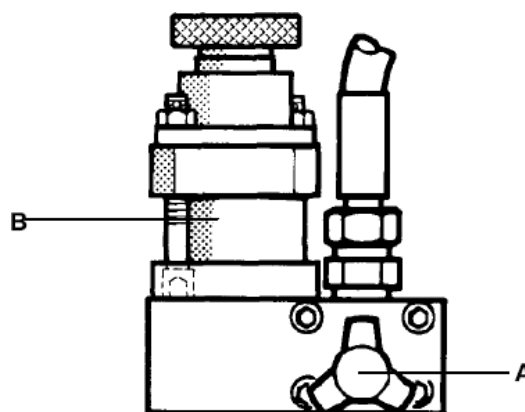

Рис.10. Устройство переключения давления
(Рис.10.) Это устройство дополнительной комплектации позволяет заполнять баллоны с номинальным давлением 200 бар при помощи компрессора с установленным давлением 300 бар. Предохранительный клапан -В и заполняющая система PN200 соединены при помощи клапана с открывающим вентилем -А.
- Поверните вентиль -А (Рис.10) против часовой стрелки до упора
- Поверните вентиль –А (Рис.10) по часовой стрелке до упора